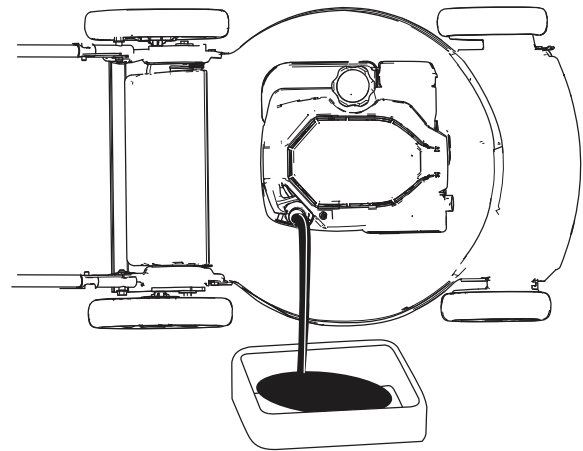

**Bild 23**
3. Entfernen Sie den Peilstab, indem Sie den Deckel nach links drehen und herausziehen (Bild 23).
4. Kippen Sie die Maschine seitlich (Luftfilter nach oben), um das Altöl aus dem Öleinfüllstutzen abzulassen (Bild 23).